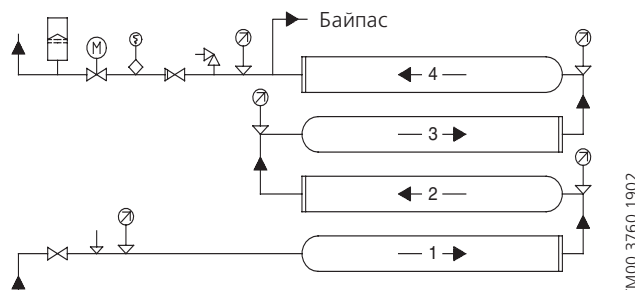

Рис. 6 Блок из четырех последовательно включенных бустерных модулей, размещенных друг над другом
- Для последовательно включенных, размещенных друг над другом бустерных модулей рекомендуется приведенная на рис.6 схема разводки труб.